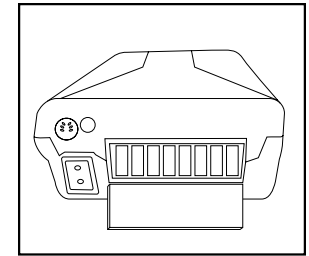

Figura 11
1. El filtro de entrada de aire se debe inspeccionar diariamente. El filtro se encuentra en la parte posterior de la unidad **Figura 11**.